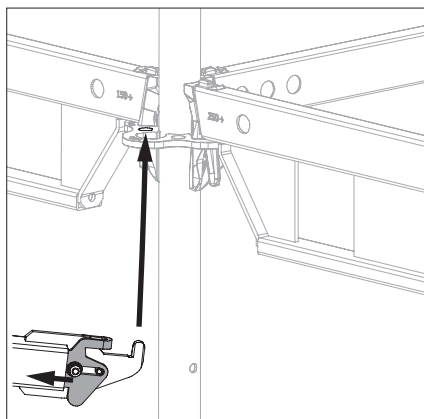

Fig. A4.02c
- 2. Spingere indietro l'elemento scorrevole **(20.2)** e inserire la diagonale orizzontale con gancio nella sede apposita della rosetta diagonalmente opposta dal basso. (Fig. A4.02c)